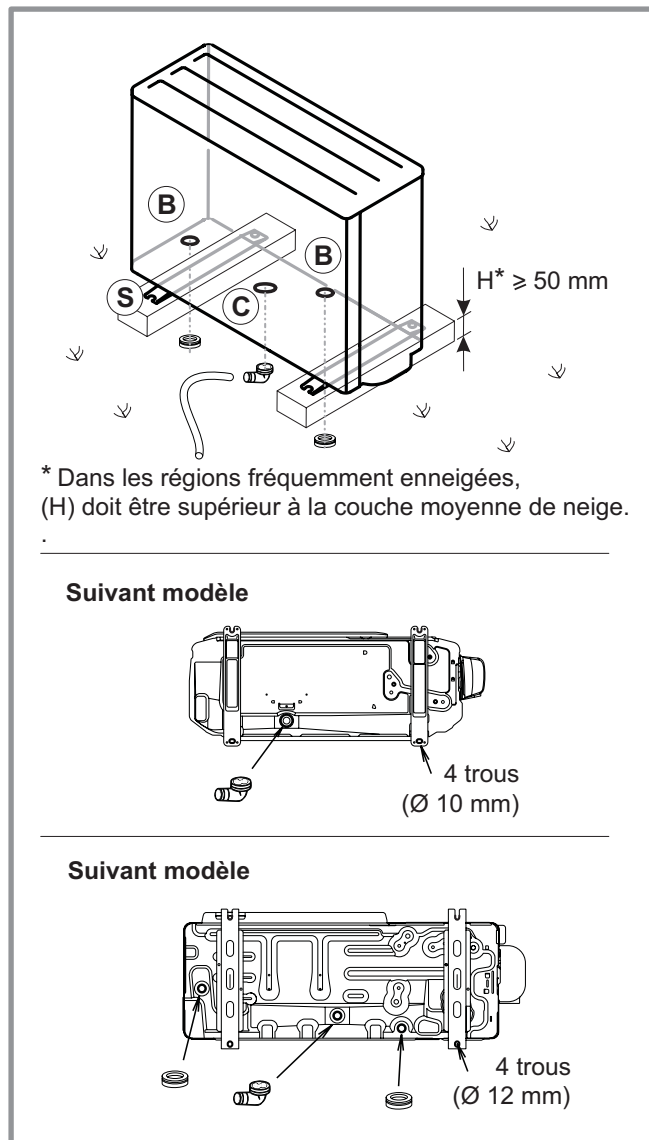

figure 12 - Pose de l'unité extérieure, évacuation des condensats
- En fonctionnement, de l'eau peut s'évacuer de l'unité extérieure. Ne pas installer l'appareil sur une terrasse, mais préférer un endroit drainé (lit de graviers ou sable). Si l'installation est réalisée dans une région où la température peut être inférieure à 0 °C pendant une longue période, vérifier que la présence de glace ne présente aucun danger. Il est aussi possible de raccorder un tuyau d'évacuation sur l'unité extérieure (figure 12).
L'unité extérieure doit être surélevée d'au moins 50 mm par rapport au sol. Dans les régions enneigées, cette hauteur doit être augmentée mais ne pas dépasser 1,5 m (figure 12).
(voir figure 12)